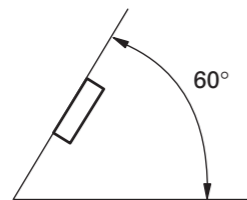

Fig. 6
- L'angle de l'installation, ne doit pas dépasser 60° par rapport à l'horizontale, faute de quoi l'unité ne fournira pas ses performances optimales. (Fig. 6)